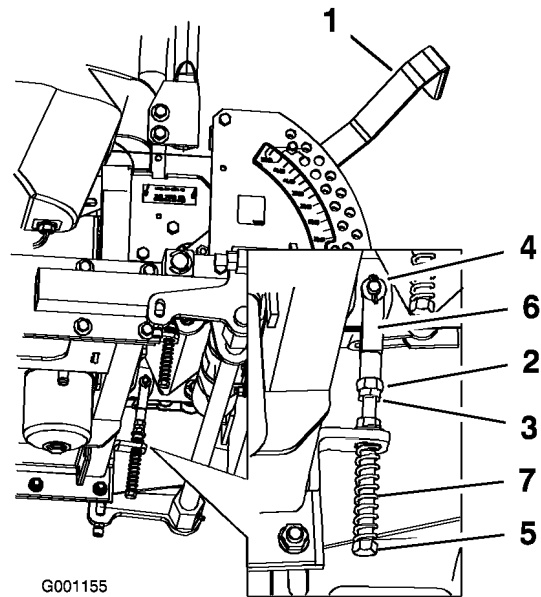

Bild 65
10. Ziehen Sie die Mutter und die Klemmmutter an (Bild 65).